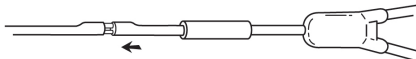

Fig. 5
5. Deslize as cânulas de metal, pequena e grande, para dentro dos lúmens do cateter até que a ponta do cateter de substituição esteja a cerca de 3 mm da ponta do cateter. (Fig. 5)